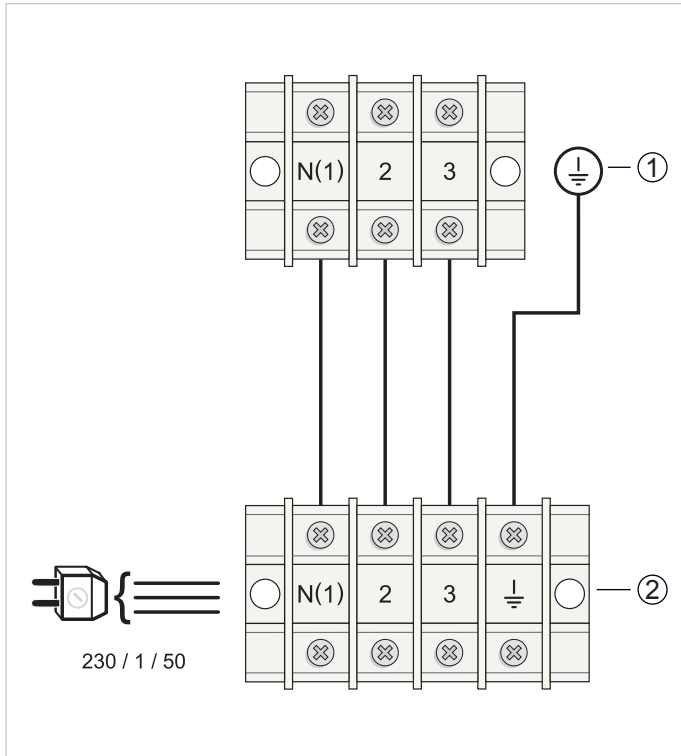

Abb. 11.3 Elektrischer Schaltplan für den Außen- und Innenanschluss.
- Führen Sie das Stromkabel von der Rückseite des Innengerätes durch die eigens dafür vorgesehene Öffnung auf der Vorderseite. Schließen Sie die Kabel des Innengerätes gemäß dem entsprechenden Anschlussschema an (Abbildung 11.3).